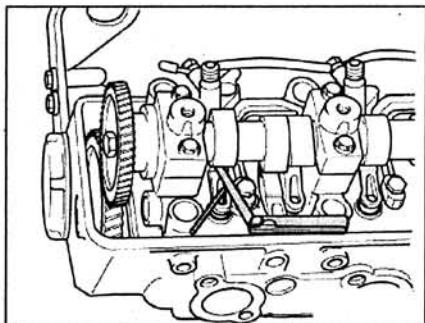

Рис. 2.99. Проверка и регулировка зазора клапанов.
20. Проверьте зазор клапанов. Щуп должен проходить с небольшим сопротивлением (рис. 2.99). Если необходимо, отрегулируйте зазор путем вращения регулировочного винта.